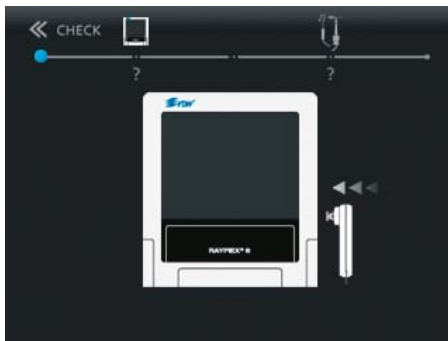

Abb. 29 Einstecken des Prüfsteckers
- Stecken Sie den Prüfstecker wie auf dem Bildschirm gezeigt in das Gerät (Abb. 29).